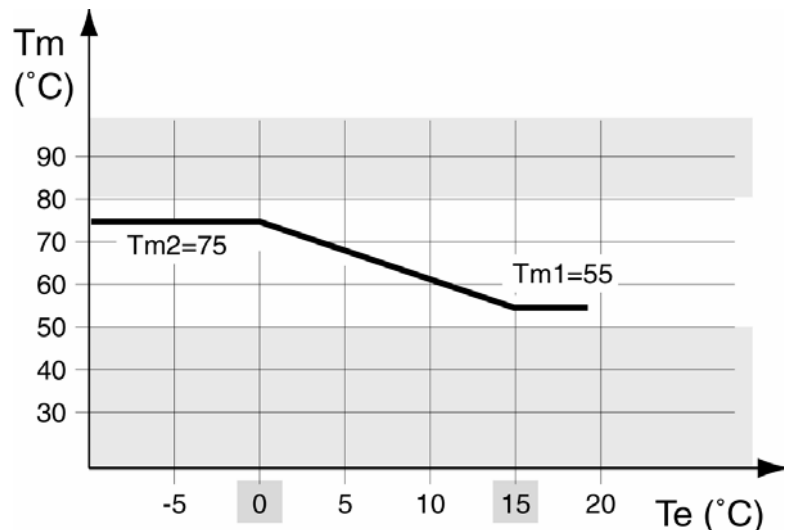

Figura 26
In questo caso, le operazioni descritte nel paragrafo precedente non sono più necessarie in quanto la temperatura di mandata dell'acqua di riscaldamento ( $T_m$ ) viene automaticamente fissata dall'elettronica della caldaia in funzione della temperatura esterna ( $T_e$ ) e in base a parametri che il centro assistenza che esegue la prima accensione deve inserire. In Figura 26 vi è un esempio della retta che determina la relazione tra temperatura di mandata all'impianto (TM) e temperatura esterna (TE).